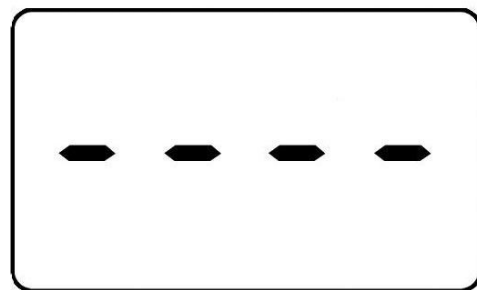

图 2.1 仪器开机
3. 按“”键，仪器鸣响一声后开机，仪器屏幕显示如图 2.1 的画面。